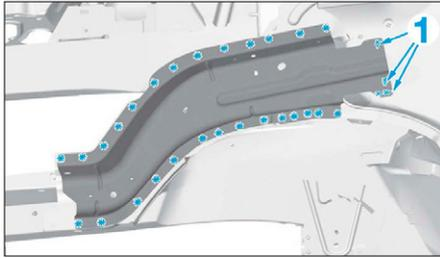

FIG. 24
- Meuler les cordons MIG en (1) (Fig.24).